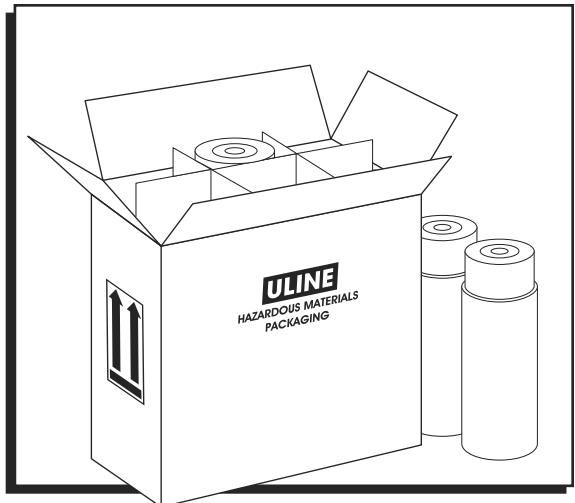

Figure 1
1. Pliez les rabats du dessous de la boîte afin qu'ils se rejoignent. La certification du fabricant doit être visible à l'extérieur de la boîte. (Voir Figure 1)